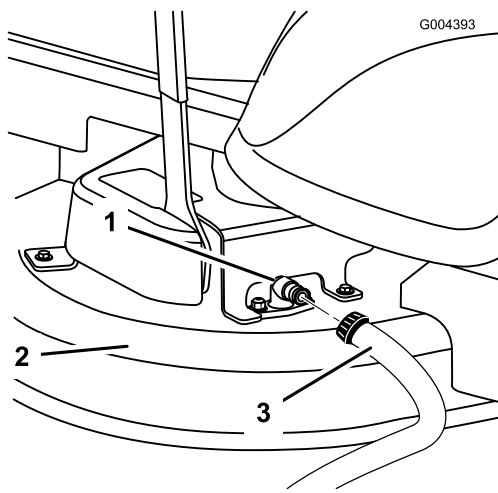

Figure 60
3. Raccordez le flexible à l'embout de lavage du carter du plateau de coupe et ouvrez l'eau en grand (Figure 60).